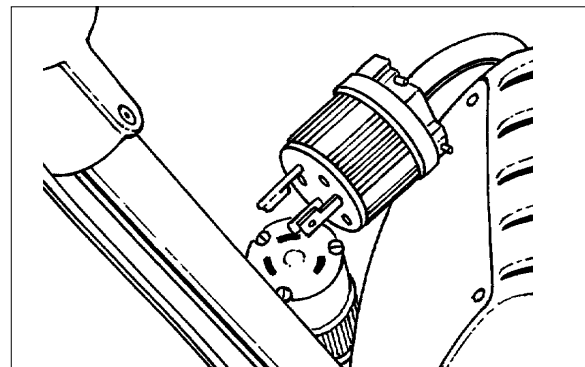

Figura 7
5. Desconecte del cable flexible de la manija el cable flexible de conexión del motor. (Consulte la Figura 7) si cuenta con este accesorio.